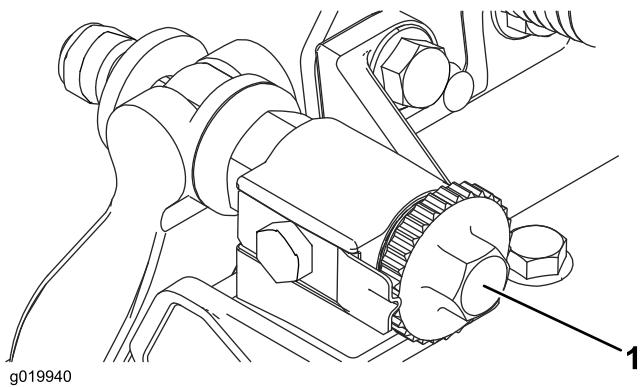

Bild 8
1. Stellen Sie die Schneideeinheit auf eine flache und ebene Fläche. Drehen Sie die Einstellschrauben des Untermesserträgers nach links, um sicherzustellen, dass der Untermesserträger nicht die Spindel berührt (Bild 8).